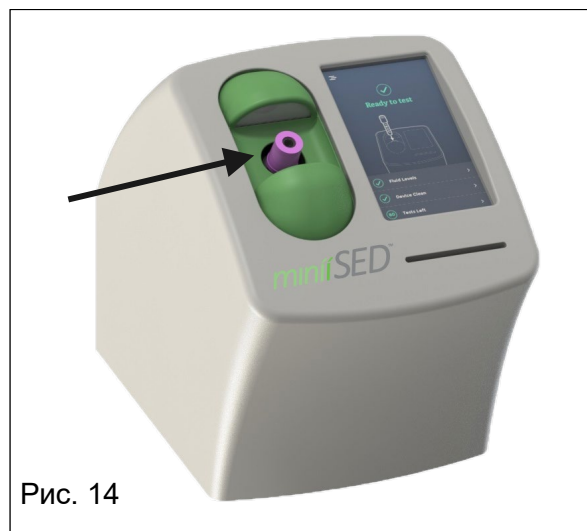

Рис. 14
- 4.2.1. Вставьте закрытую первичную пробирку со штрихкодом, направленным вниз, в порт для загрузки образца в анализатор, как показано на иллюстрации (рис. 14).